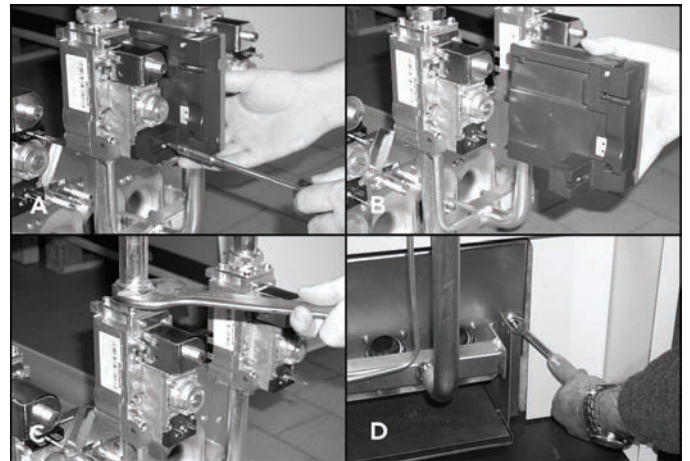

рис. 7 - Демонтаж и очистка горелок
- Если горелки на зажгутся и после электронного блока контроля пламени к газовому клапану (поз. А - рис. 7) и демонтируйте его с клапана (поз. В - рис. 7).
- Отвинтите гайки крепления трубы подачи газа, расположенной перед газовыми клапанами (поз. С - рис. 7).
- Отвинтите две гайки крепления дверцы камеры сгорания к чугунным элементам корпуса котла (поз. D - Рис. 7).